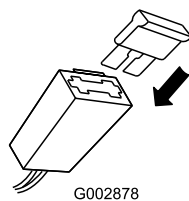

Figura 30
3. Cambie el fusible del portafusibles (Figura 30).